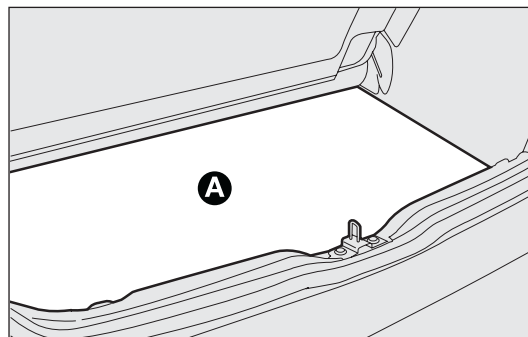

fig. 121
- sollevare il tappeto del pianale vano bagagli A-fig. 121;